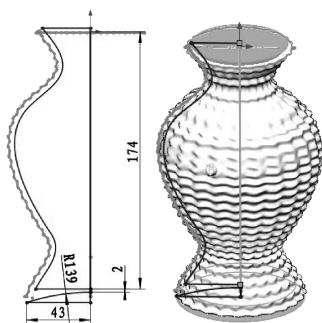

图 4-125 创建旋转切除特征
- 15 利用【旋转切除】工具，在前视基准面上绘制草图7，完成旋转切除特征的创建，如图4-125所示。